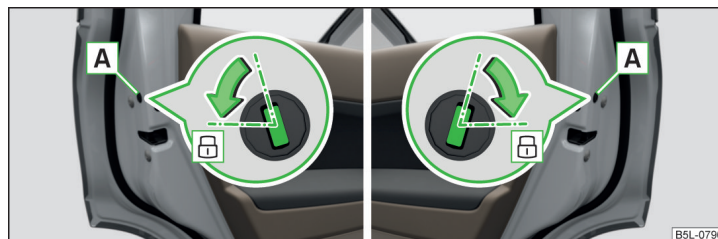

Fig. 186 Încuierea în regim de urgență: portiera spate stânga/dreapta
- Deschideți respectiva portieră spate și îndepărtați masca **A** » fig. 186.